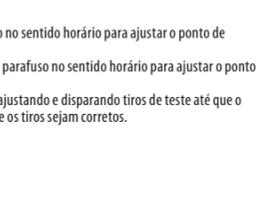

Fig. 9
- Após ajustar o atrito do vento e a elevação conforme necessário, dispare outro tiro de teste, se for seguro. Continue ajustando e disparando tiros de teste até que o impacto do tiro acerte no centro do alvo, quando o retículo estiver no centro do alvo (Fig. 9). Isso é essencial para que os tiros sejam corretos.